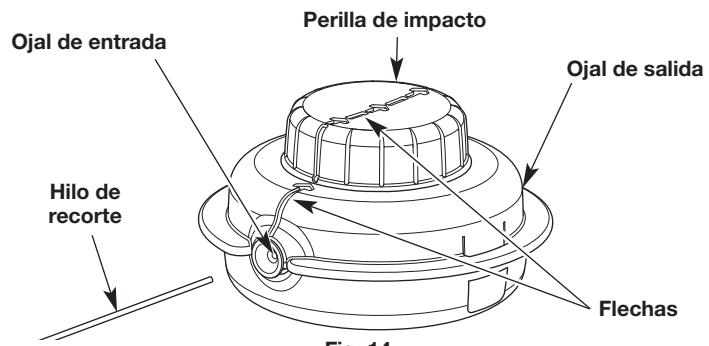

Fig. 14
- Gire la perilla de impacto en el sentido de las agujas del reloj para alinear las flechas (Fig. 14).
- Insera el nuevo hilo de recorte en el ojal de entrada (Fig. 14). Oprima el hilo a través del cabezal de corte hasta que sobresalgan unas pulgadas por el ojal de salida. Tire del hilo hasta que los extremos tengan la misma longitud.